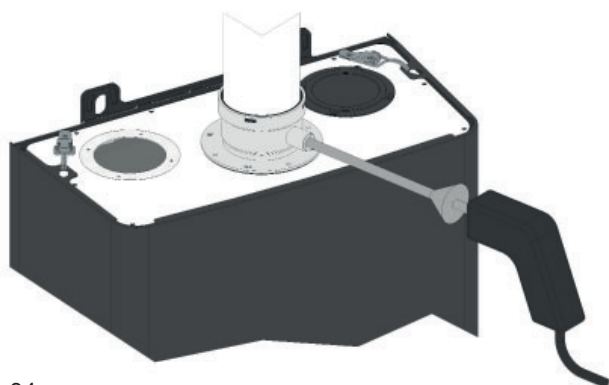

Fig. 34
- Inserire la sonda dell'analizzatore di combustione nella presa predisposta sullo scarico fumi (fig. 34), trascorsi circa 2/3 minuti dall'accensione eseguire l'analisi e verificare la corrispondenza del valore di CO₂ letto sull'analizzatore con quello indicato in tabella alla potenza massima.
- Nel caso in cui il valore di CO₂ non corrisponda eseguire la regolazione agendo sulla vite "N" (fig. 34) del regolatore di rapporto fino ad ottenere il valore di CO₂ previsto. Ruotare in senso orario per diminuire il valore di CO₂, in senso antiorario per aumentarlo.